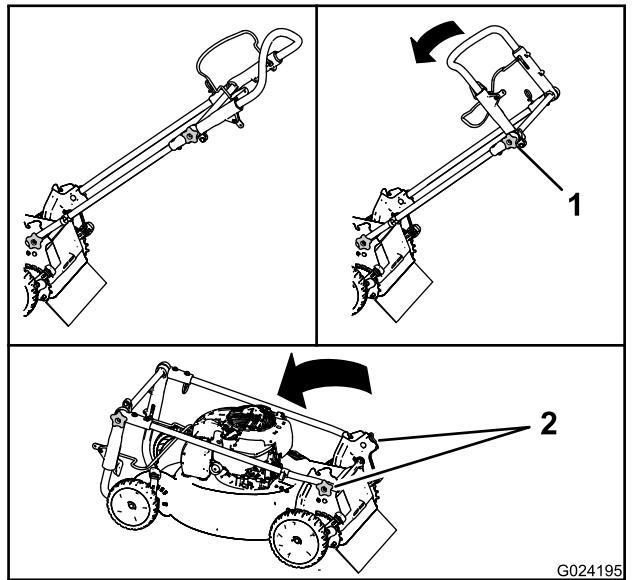

Figure 27
1. Desserrez le bouton de la partie supérieure du guidon (Figure 27).
| 2. Desserrez les boutons du guidon jusqu'à ce que le guidon bouge librement (Figure 27). | |
| 3. Pliiez le guidon en avant de la manière indiquée (Figure 27). | |